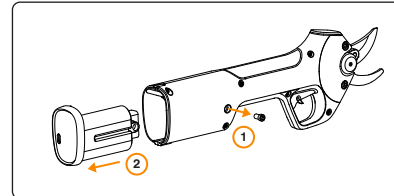

Figura 6. Rimozione e sostituzione della batteria.
- Rimuovere la vite a brugola da 4 mm dal coperchio come descritto nella Figura 6.